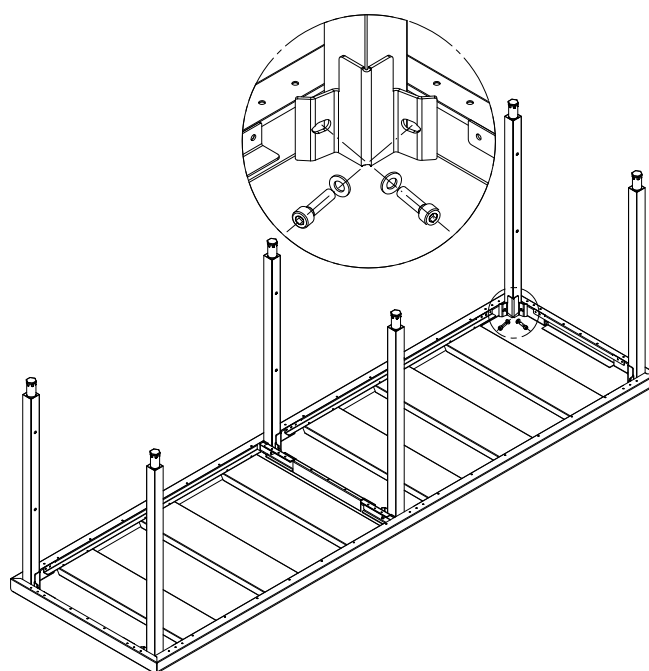

FIGURA 2
4. Para el caso de mesa de 6 patas (medidas de longitud de 2200 mm y 2400 mm) 4 de las patas irán situadas en las esquinas y las otras 2 se colocarán centradas según se observa en la Figura 2.